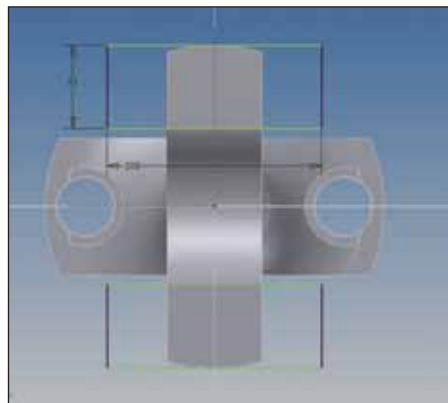

Рис. 28
38. В новом эскизе создать контур (рис. 28).